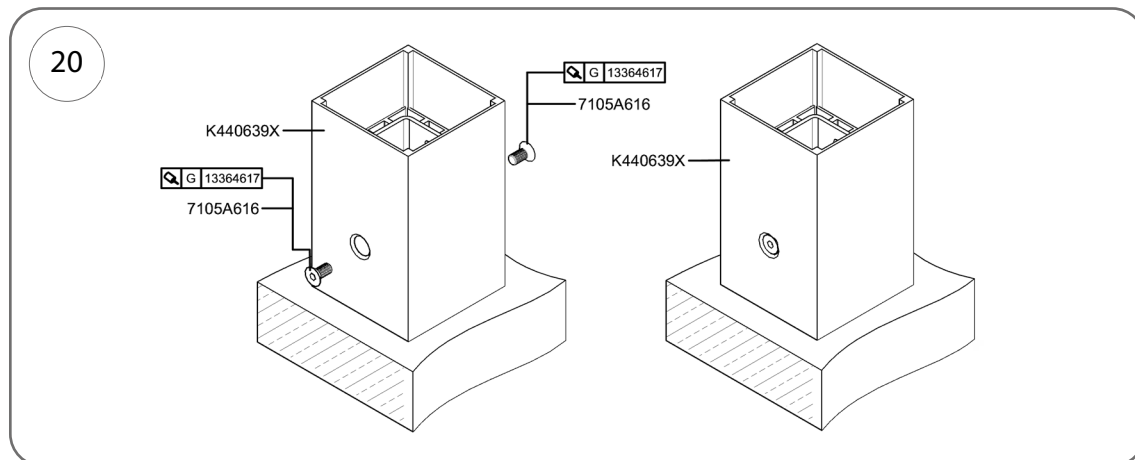

Fig. 20
1. Fiecare stâlp, nr. cat. K440639X, trebuie înșurubat în suport cu 2 șuruburi Allen, nr. cat. 7105A616 (M12 x 30 mm), iar șuruburile trebuie acoperite cu etanșant pentru filete, nr. cat. 13364618 (fig. 20).